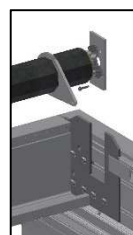
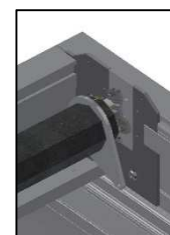

Abbildung 79
Abbildung 80
- » Der am Motor befestigte Motorlagerhalter (36) in Endkappe Stirnprofil (17/18) schieben und mit Bohrschraube (6/vorbohren) sichern (Abbildung 79 und Abbildung 80)